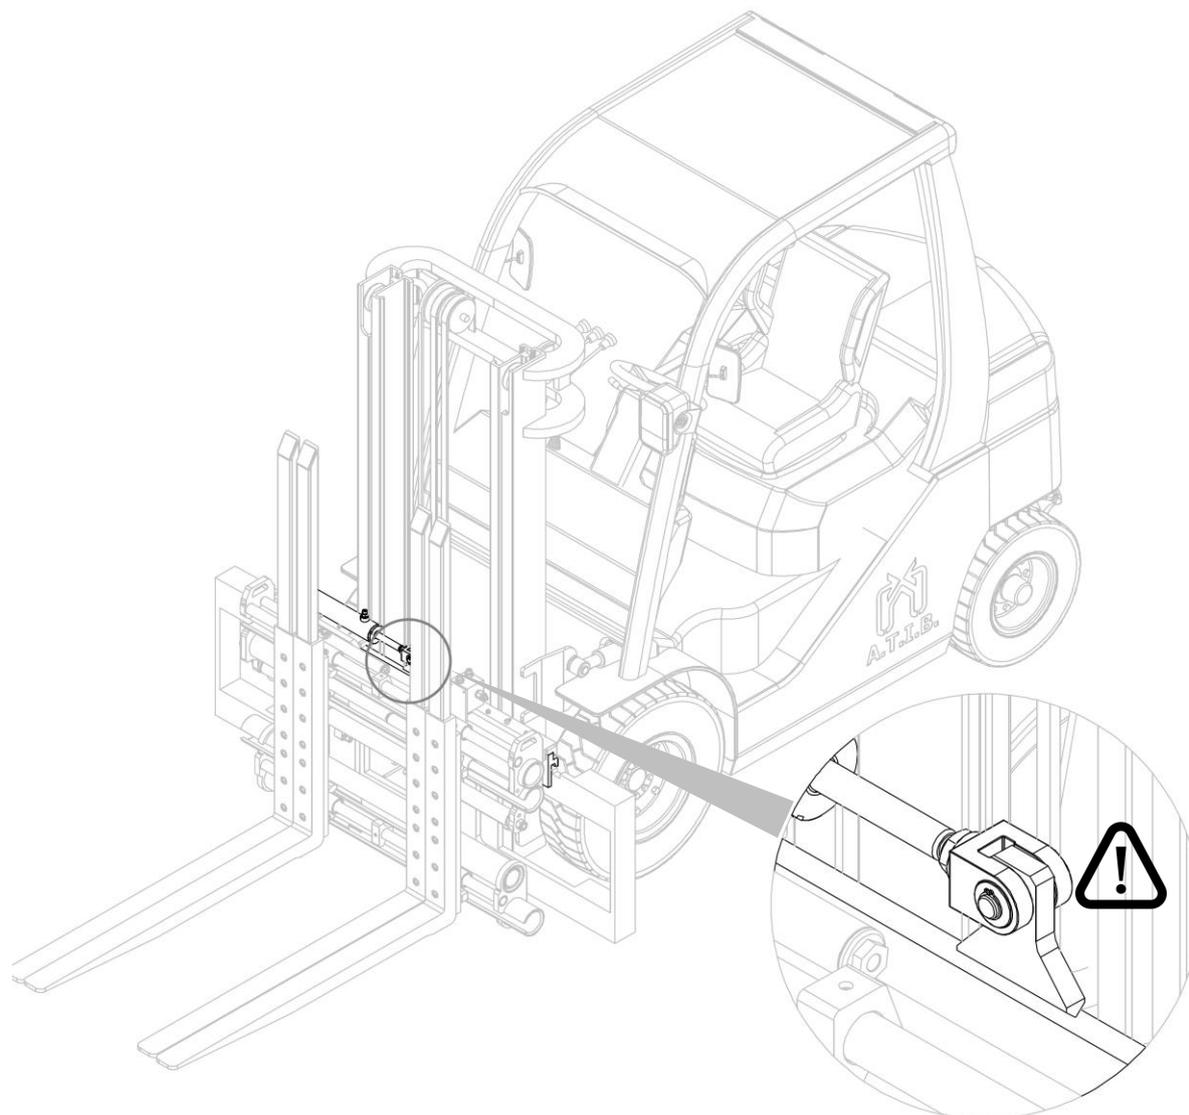

Figura 6
9. Vuelva a colocar el cilindro de desplazamiento, utilizando los pasadores y anillos elásticos retirados anteriormente (mira Figura 6).